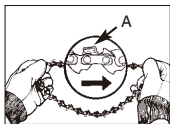

Fig. 4A
1. Spre kjeden uten i en løkke med kuttekanter (A) pekende MED KLOKKEN rundt løkken (Fig. 4A).